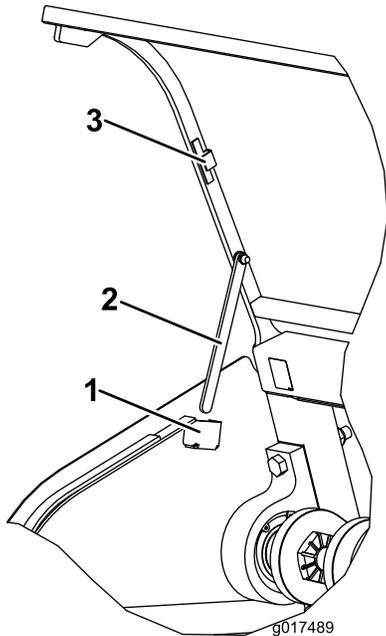

Figura 34
3. Su ogni lato del cofano, ruotate l'asta di sostegno dalla staffa di immagazzinamento magnetica e inseritela nel relativo vano (Figura 34).